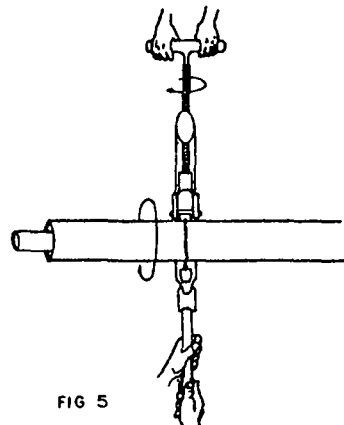

FIG 5
- b) Gire o cortatubos em volta do tubo (fig. 5).